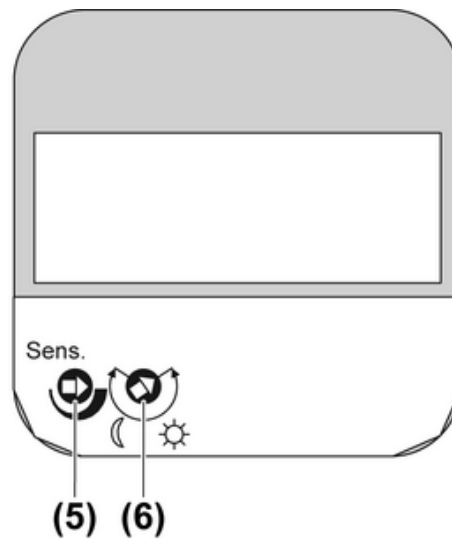

Bild 2: Automatik-Schalter Standard
- Einsteller (6) in gewünschte Position drehen (Bild 2).